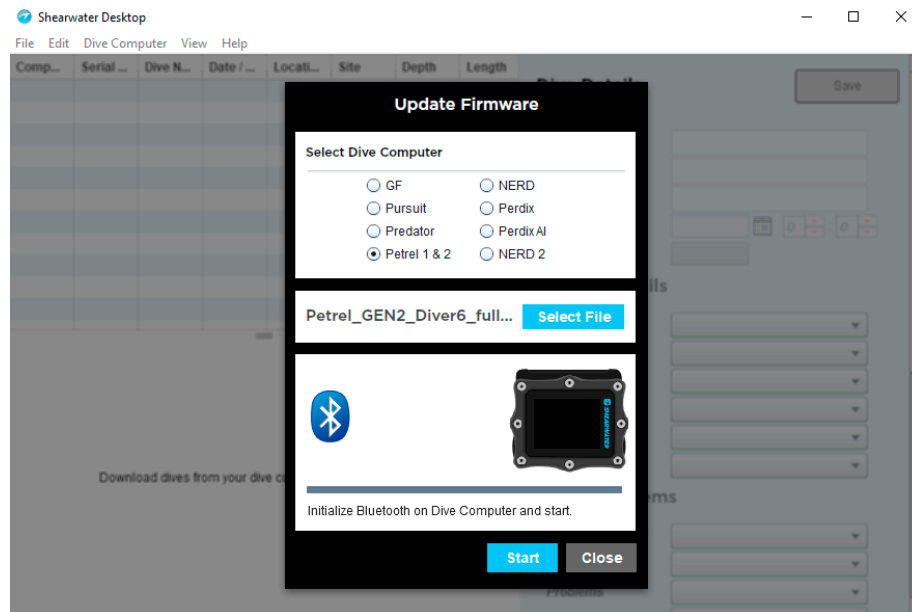

Figura 80: Shearwater® pantalla de actualización de la esquila
2. Simplemente haga doble clic en el archivo de firmware y el software Shearwater® Desktop se ejecutará automáticamente y le presentará la pantalla "Actualizar firmware" (Figura 80).